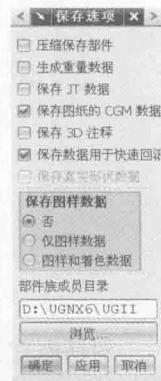

图 1-10 “保存选项”对话框
(1) 保存选项。
• 在菜单栏中单击【文件】→【选项】→【保存选项】命令，系统将弹出图 1-10 所示的“保存选项”对话框。